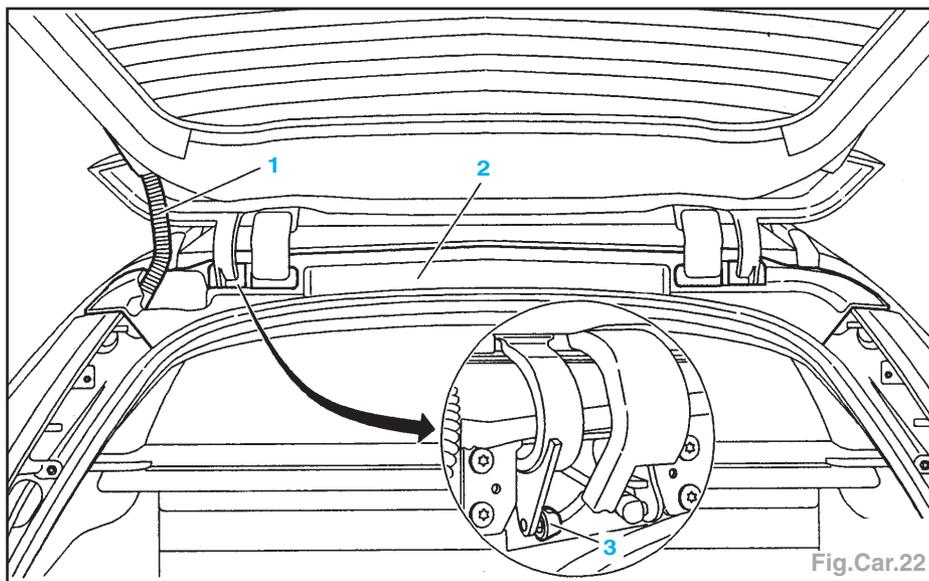

Fig.Car.22
- Déconnecter le faisceau électrique (1) du hayon (Fig.Car.22).
- Déposer l'enjoliveur central de charnière (2).
- Déclipper les équilibreurs de hayon (3) de chaque côté.